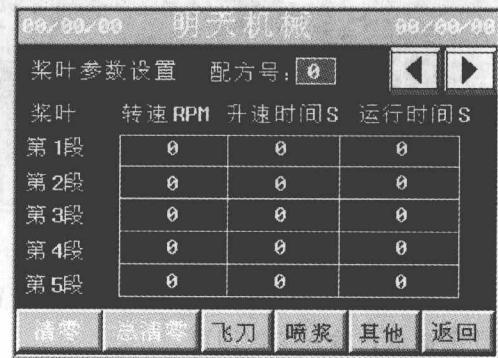

图 1-1-11 桨叶参数设置画面
③ 混合制粒结束后，触摸“出料”键，系统即按设置好的配方出料，结束后自动关闭料门。若中途要暂停，触摸“暂停”键即可，再触摸“运行”键，即可继续出料。若要强行结束出料，就先触摸“暂停”键，再触摸“停止”键，使其停止。
④ 若要对机器进行清洗，触摸“清洗”键，系统即按配方设置好的时间清洗，完成后自动停止清洗。若中途需要停止，先触摸“暂停”键，再触摸“停止”键，结束清洗工作。
⑤ 触摸“自动出料关”键，变为“自动出料开”时，机器在混合制粒完毕后，无需触摸任何键，自动按设置好的配方出料。当变为“自动出料关”时，机器在混合制粒完毕后，需触摸“出料”键，方可出料。
(5) 返回首页，触摸首页画面中的“参数设置”键，进入桨叶参数设置画面（图 1-1-11）
① 新建药品配方，触摸配方号后“▶”键和“◀”键，显示数字 1~9 表示的配方名（共有九个配方）。选定一个配方号，触摸下面方框内的数字，弹出一个数字键盘，输入参数，若想清除当前选定好的配方参数，触摸“清零”键即可，若想清除所有的配方参数，触摸“总清零”键即可。